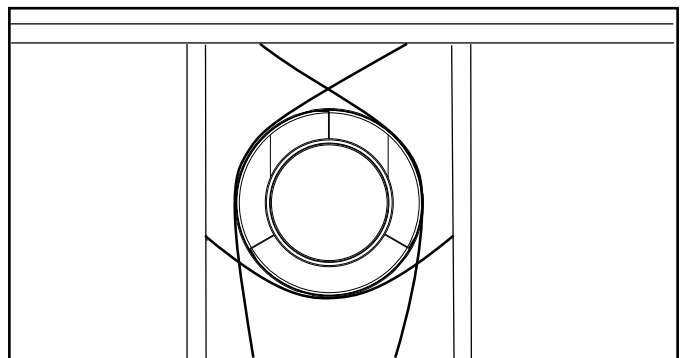

Figure 10.5 Fixation des sections verticales du conduit
- Des supports de conduit ou une bande d'attache (espacés de 120°) peut être utilisé à cette fin. Voir les figures 10.5 et 10.6.